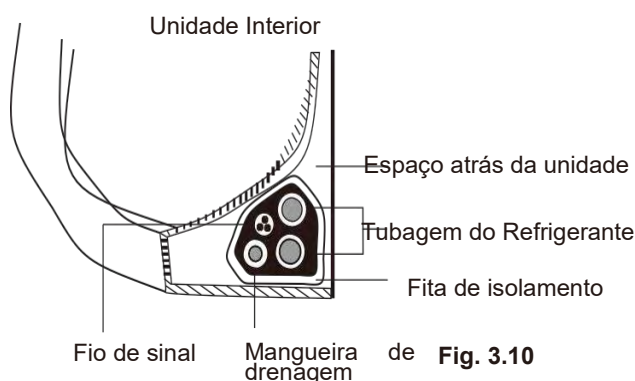

Fig. 3.10
1. Junte a mangueira de drenagem, os tubos de refrigerante, e o cabo de sinal de acordo com a **Fig. 3.10**.
3. Utilizando fita isoladora, enrole muito bem o fio de sinal, os tubos de refrigerante, e a mangueira de drenagem juntos. Confirme se todos os itens estão juntos de acordo com a Fig. 3.10.